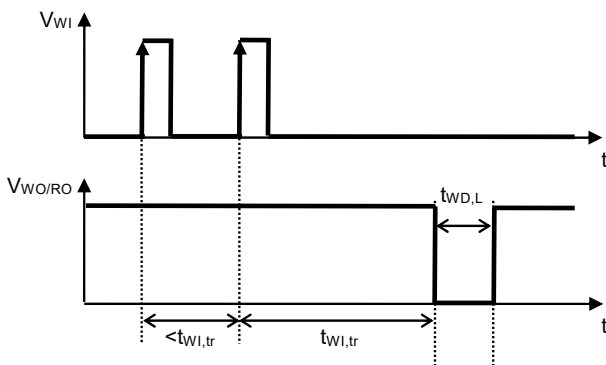

図7 ウォッチドッグトリガ時間
- *1. ウォッチドッグタイマがタイムアウトまたはダブルパルスを検出した後、WO / RO端子が "L" を継続する時間 (図7参照)。この値は C_{DLY} で変更可能です。
- *2. ウォッチドッグタイマがトリガの検出を開始してから、タイムアウトを検出してWO / RO端子出力が "L" に変化するまでの時間 (図7参照)。この値は C_{DLY} で変更可能です。